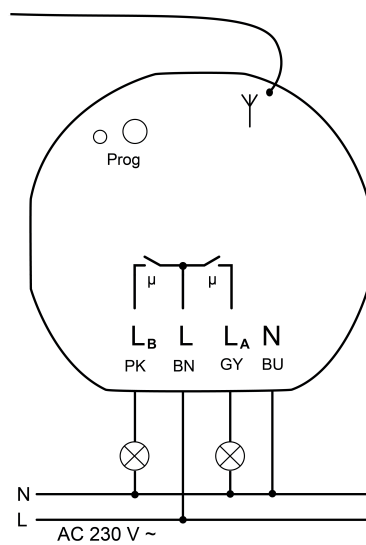

Figura 3: Esempio di collegamento
- Collegare l'attuatore secondo l'esempio di collegamento (figura 3) ai morsetti per lampade (vedere Utilizzo dei morsetti per lampade).